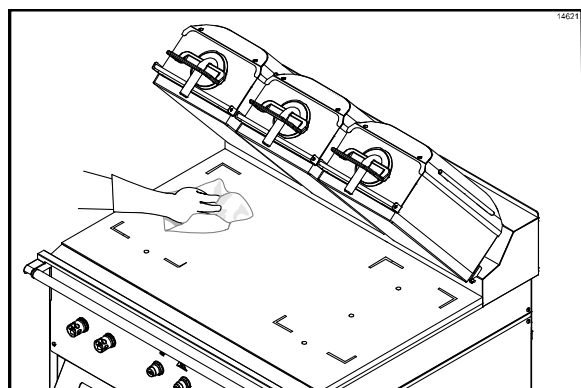

Figura 65
37. Enxágue a superfície inferior do grill com um pano limpo apropriado e umedecido com sanitizante. (Veja a Figura 65.)